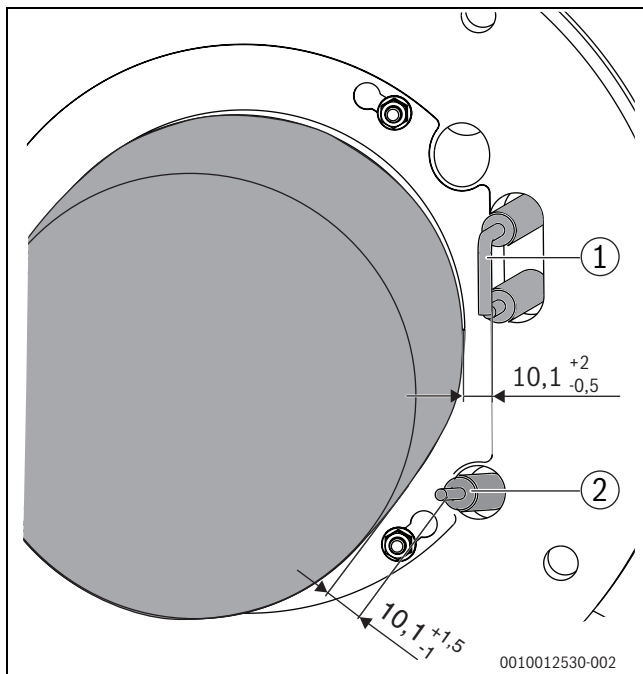

Рис. 60 Положение электродов (размеры в мм)
- ▶ Измерьте расстояния между электродами и сравните их со значениями на Рис. 60.